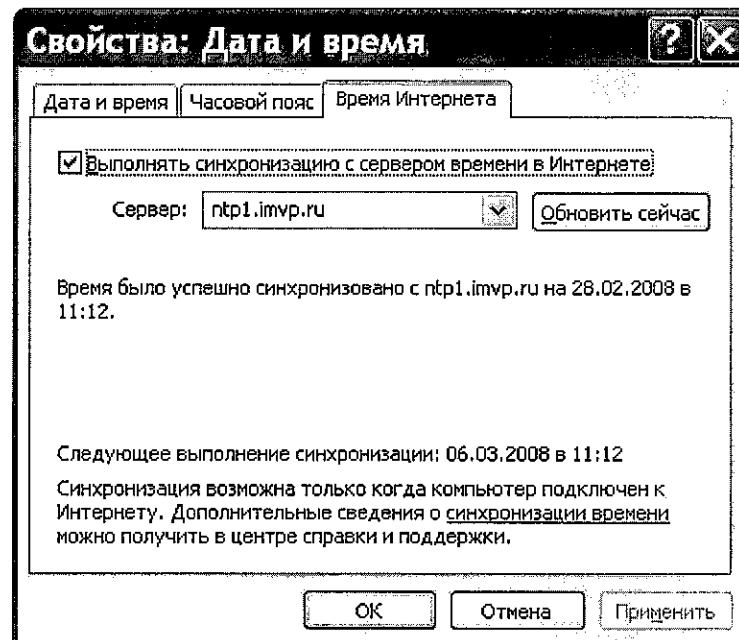

Рисунок 5
6.3.10 Произвести синхронизацию инженерного пульта с временем тайм-сервера ntp1.ipv.ru (Рисунок 5):